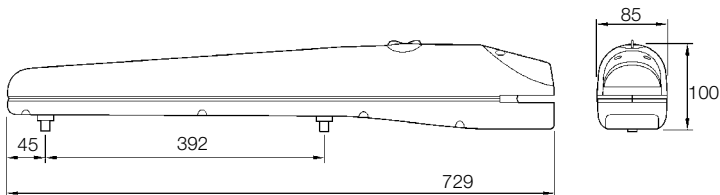

Figure 10
- Vérifier les limites d'encombrement en se référant à la Figure 10.